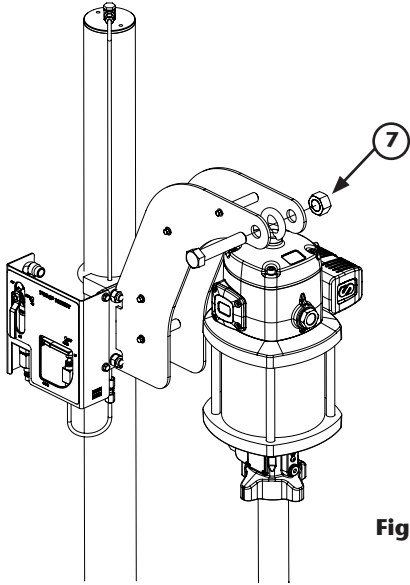

Fig. 6
3. Solo para el modelo 391022. Fije la bomba al cáncamo mediante el bulón y la tuerca (7) (fig. 6).